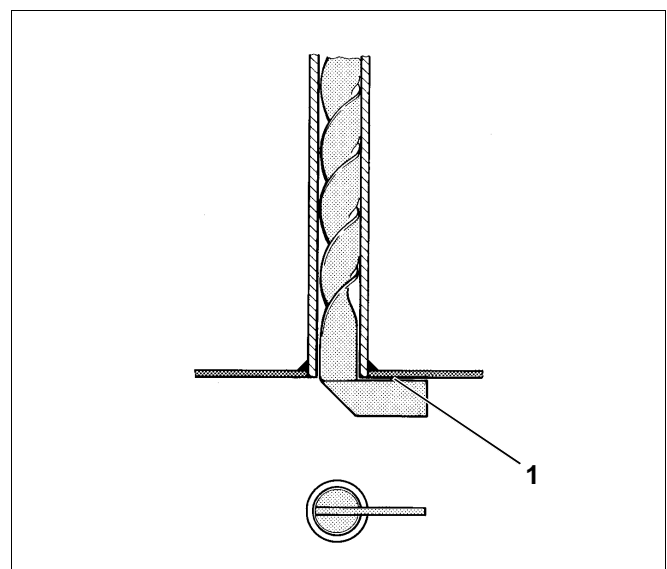

Abb. 30 Detail Anschlagsteg
- Prüfen, ob die Turbulatoren mit den Anschlagstegen stirnseitig waagrecht an den Nachschaltheizrohren anliegen (Abb. 30).
Der Anschlagsteg (Abb. 30, **Pos. 1**) der Turbulatoren muss nach dem Einschieben stirnseitig waagrecht an dem Nachschaltheizrohr anliegen.